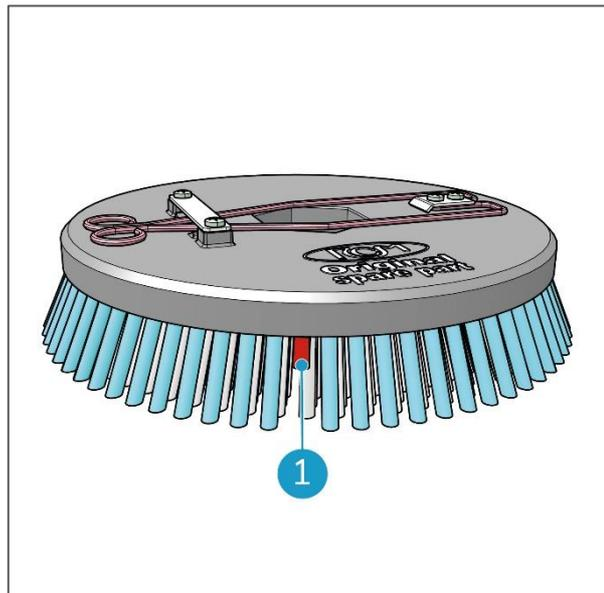

Figure 44
2. Vérifiez l'état des brosses circulaires. Si la longueur des poils est voisine de celle de la touffe rouge (Figure 44, pos. 1), la brosse doit être remplacée.